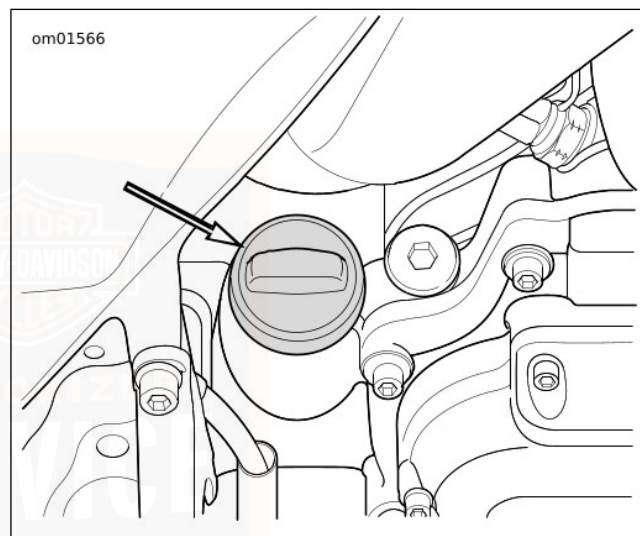

Figure 63. Bouchon de remplissage d'huile moteur
2. Voir Figure 63. Déposer le bouchon de remplissage/la jauge. Essuyer la jauge. Introduire la jauge dans le bec de remplissage et visser.
3. Voir Figure 63. Enlever le bouchon de remplissage/jauge et essuyer la jauge. Introduire la jauge dans le bec de remplissage et visser.